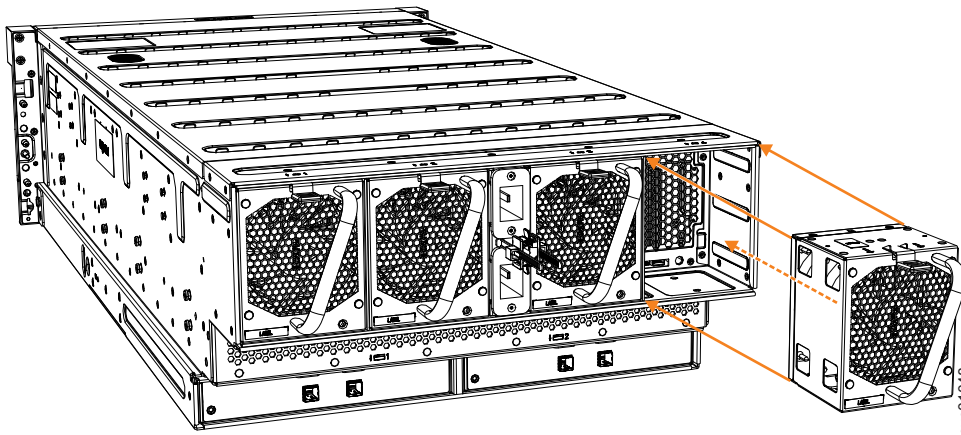

Figura 102. Substitua o módulo de ventilador
2. Insira com cuidado o módulo do ventilador no chassi até que ele encaixe no lugar, conforme mostrado em Figura 102.